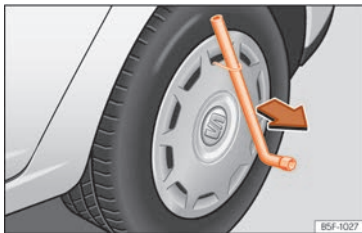

Abb. 67 Radvollblende abziehen.
- Radschlüssel durch den Drahtbügel schieben » » » **Abb. 67** und die Radvollblende in Pfeilrichtung abziehen.